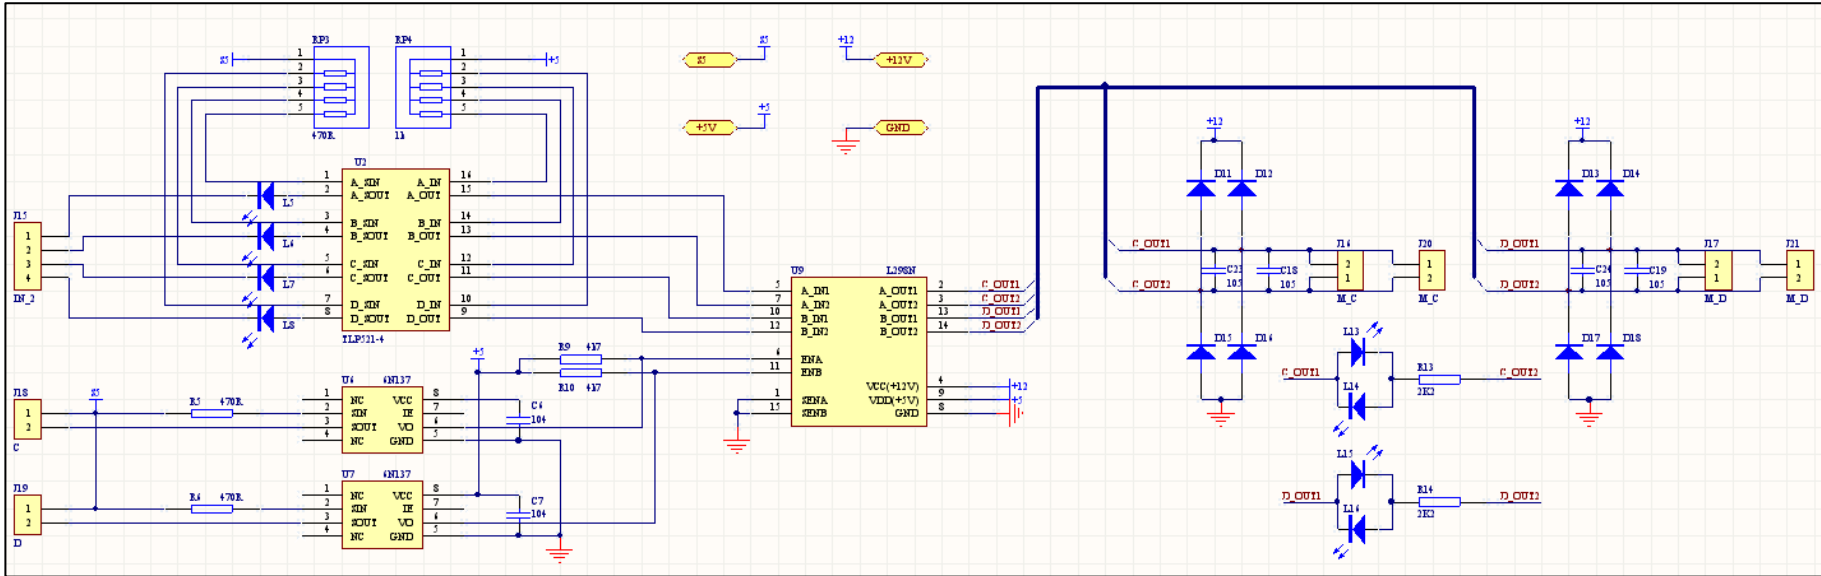

图11-29子图6（Sub6.SchDoc）
(1) 如果用自下而上的方法，放置完电路输入输出的端口的电路如图11-29所示。